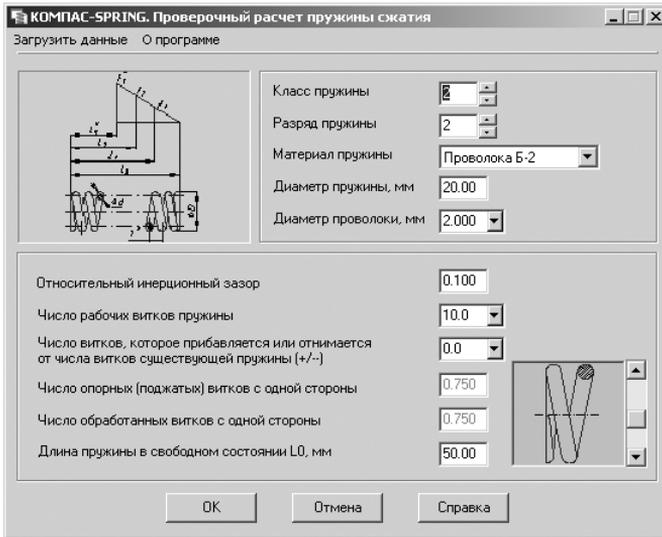

Рис. 4.45. Главное окно системы **КОМПАС-SPRING. Проверочный расчет пружины сжатия**
- щелкните дважды в окне системы управления библиотеками **Менеджера библиотек** (см. рис. 4.45) по подключаемой системе – **Пружина сжатия**. Через некоторое время появится главное окно системы **Проектирование цилиндрической пружины сжатия** (см. рис. 4.33);
- щелкните в главном окне системы **Проектирование цилиндрической пружины растяжения** по кнопке **Проверочный расчет**. Появится главное окно системы **КОМПАС-SPRING. Проверочный расчет пружины растяжения**, см. рис. 4.45.